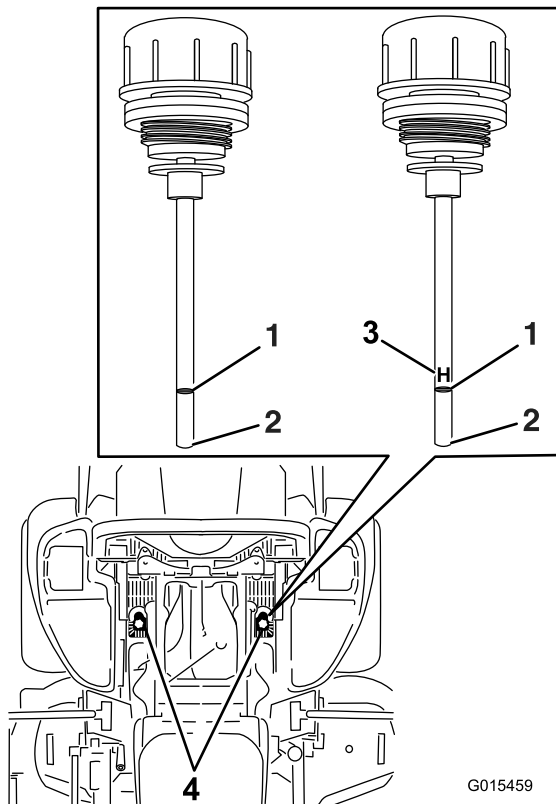

Figura 88
6. Limpie la zona alrededor de las varillas de los depósitos del sistema hidráulico (Figura 88).
7. Retire una varilla del depósito hidráulico (Figura 88).
9. Retire la varilla e inspeccione el extremo (Figura 88).